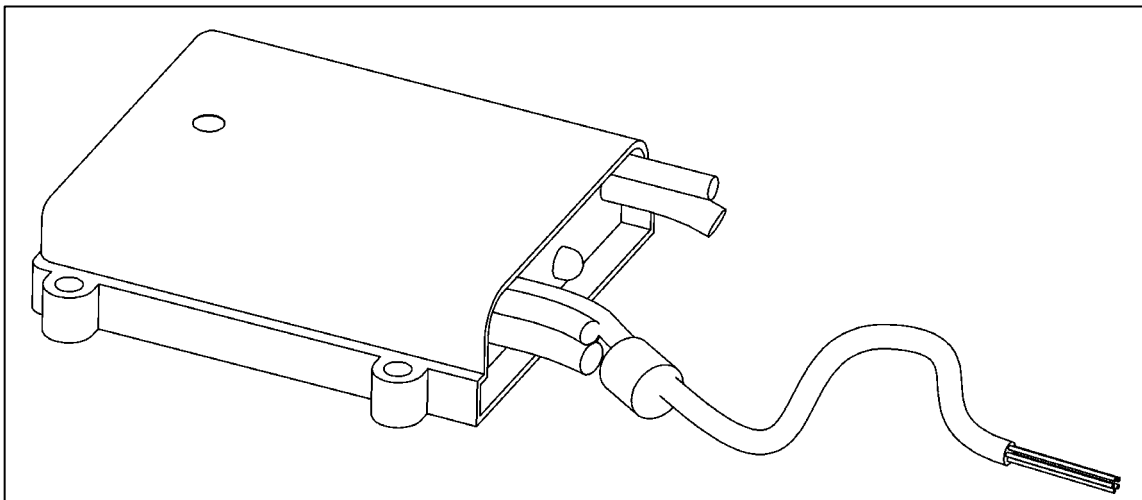

Abbildung 26
- Control Unit-Kabelteil mit roter Markierung für Anschluss Handsteuerbirne abisolieren (siehe Abbildung 26).